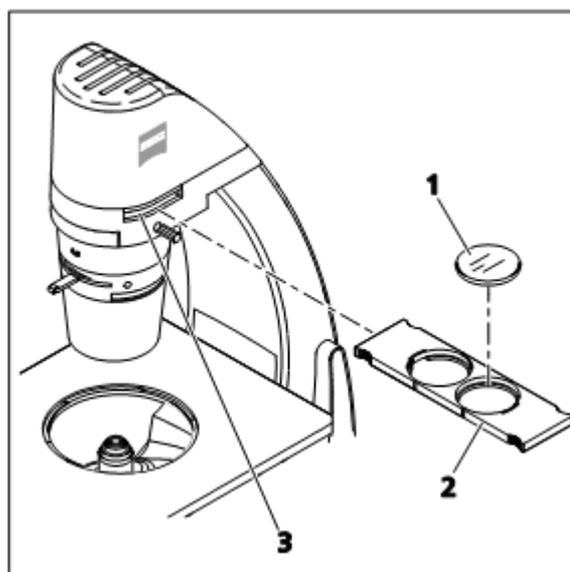

图 5 插入滤光片插板
- 将彩色滤光片（图 5/1）或绿色干涉滤光片（直径  $d=45\text{mm}$ ）放到滤光片插板的开口处。
- 将 2 孔位的滤光片插板（图 5/2）从左侧或右侧推至显微镜架上方的卡位（图 5/3），直到达到预期位置。